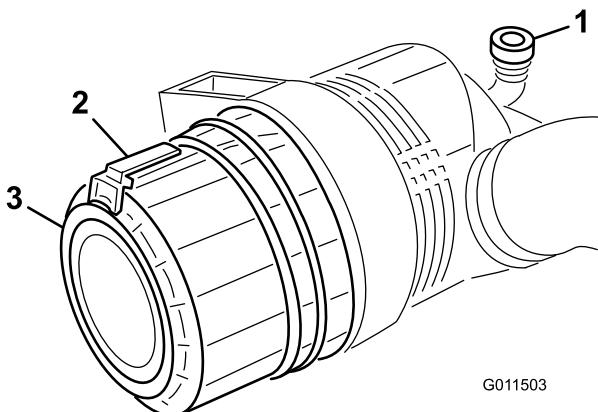

Figure 49
- Tirez le verrou vers l'extérieur et tournez le couvercle du filtre à air dans le sens anti-horaire (Figure 49).
- Montez le couvercle en dirigeant la valve de sortie en caoutchouc (Figure 49) vers le bas, entre 5:00 et 7:00 heures environ vu de l'extrémité. Fermez le verrou.